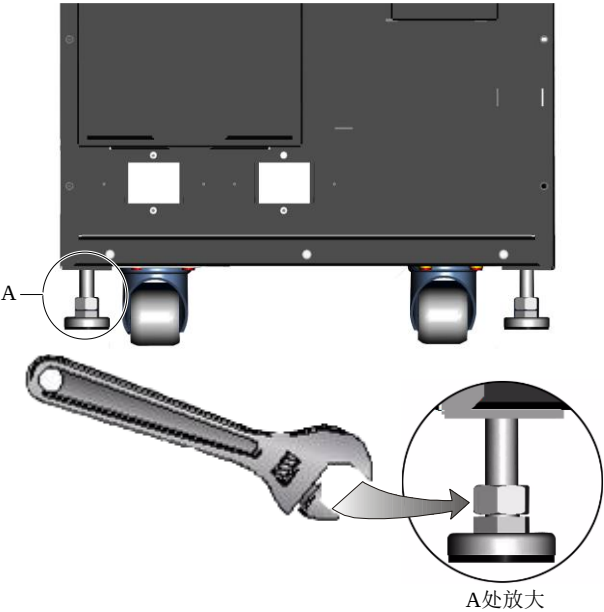

图2-5 调整地脚
1. 将 UPS 移到所需位置时，调整地脚螺栓高度，确保 UPS 平稳，如图 2-5 所示。